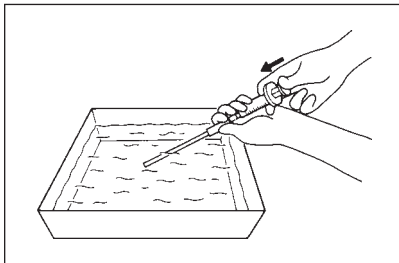

Рис. 17.
- (1) Извлеките спиральную (проволочную) оболочку из трубчатой оболочки.
- (2) Погрузите вводимую часть трубчатой оболочки в резервуар, наполненный раствором моющего средства.
- (3) Присоедините шприц объемом 10 мл, заполненный раствором моющего средства, к разъёму для проведения обработки инструмента.
- (4) Введите 10 мл раствора моющего средства в разъём для проведения обработки инструмента (см. рис. 17). При невозможности введения раствора моющего средства инструмент следует отбраковать.
- (5) Отсоедините шприц от разъёма для проведения обработки инструмента.
- (6) Полностью погрузите трубчатую оболочку, спиральную (проволочную) оболочку и инструментальную рукоятку в раствор моющего средства.